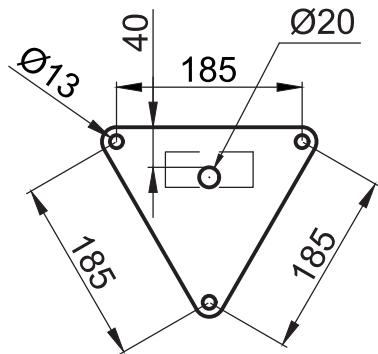

Рисунок 4. Разметка отверстий в полу под крепление стойки
2. В соответствии со схемой, приведенной на рис. 4, произведите разметку и разделку отверстий в полу под анкера для крепления стойки.
3. При необходимости прокладки кабелей под поверхностью пола подготовьте в полу кабельный канал в зоне ввода кабелей в стойку. Расположение зоны ввода кабелей указано на рис. 4.